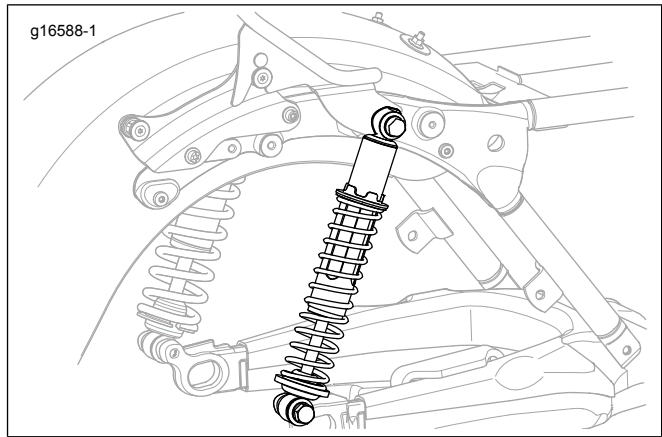

Abbildung 2. Stoßdämpferausrichtung mit P&A Detachables
*** Wenn Interferenzen an den Stoßdämpferbefestigungen auftreten:** Den rechten Stoßdämpfer ausbauen. Siehe Werkstatthandbuch. Den Stoßdämpfer mit der Stange nach unten wieder einbauen. Siehe Abbildung 2. Dadurch ist der nötige Abstand für den Einbau des Soziusbügels gewährleistet. Falls die Einpassungsprobleme weiterhin bestehen, zwecks Unterstützung Kontakt mit einem Harley-Davidson Händler aufnehmen.